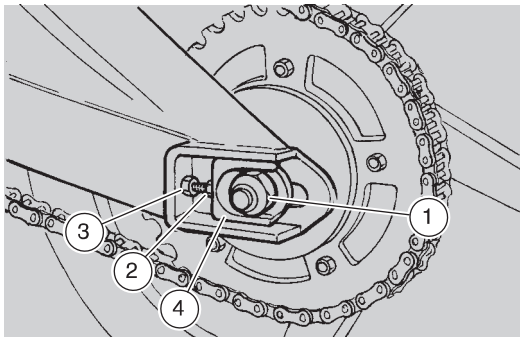
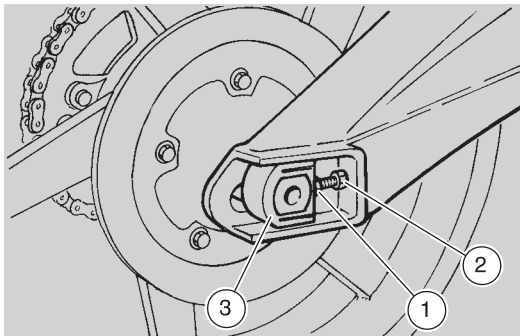

Abb. 32
Abb. 33
- die Befestigungsmutter des Hinterradzapfens lockern (1-Abb. 32);
- die zwei Kontermuttern der Einstellschrauben (2-Abb. 32 - 1-Abb. 33) lockern, die sich in der Nähe des Radzapfens befinden;
- die linke (3-Abb. 32) bzw. rechte Einstellschraube (2-Abb. 33) einstellen: die Markierungen auf den Gabeln sollen beidseitig mit jenen der mobilen Plättchen übereinstimmen (4-Abb. 32 - 3-Abb. 33);